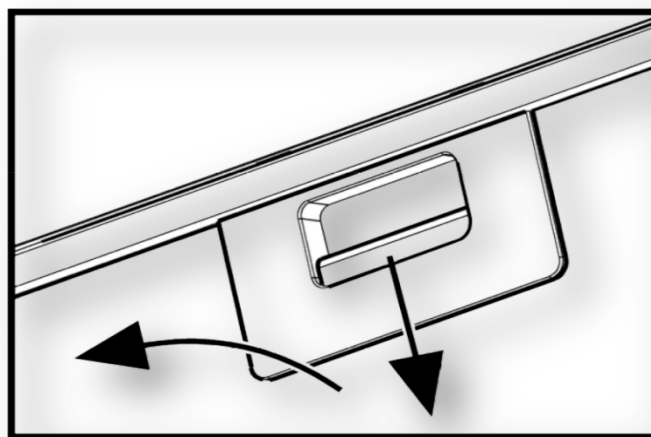

Fig.6
7.9 Pour la dépose du filtre d'aluminium (**fig. 6**) Il fut appuyer sur le loquet à ressort et, ayant tiré